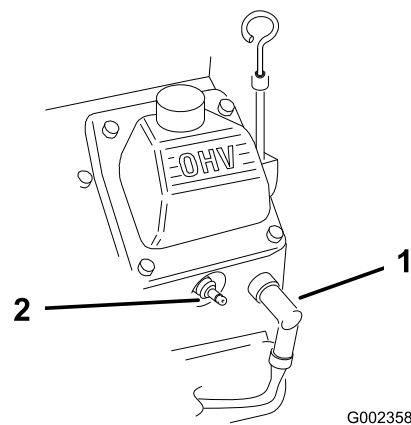

Figura 24
2. Desligue os cabos das velas de ignição (Figura 24).